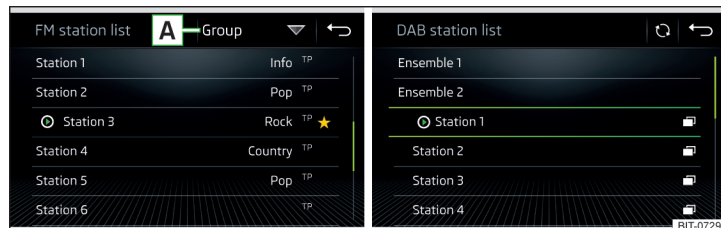

Abb. 130 Beispiel der Liste verfügbarer FM/DAB-Sender
- › Zur **Sortierung** (FM) der Sender in alphabetischer Reihenfolge, laut Gruppe oder Genre, die Funktionsfläche **Abb. 130** antippen .
- › Zur **Filterung** der Sender nach dem Programmtyp (bspw. Kultur, Musik, Sport u. Ä.) in der FM-Senderliste (bei eingeschalteter RDS-Funktion) und der DAB-Senderliste (bei gewählter alphabetischer Sortierung der Senderliste) die Funktionsfläche **Abb. 130** antippen.
Im Rundfunkbereich **AM** und **DAB** erfolgt die Aktualisierung manuell durch Drücken der Funktionstaste  » Abb. 130.